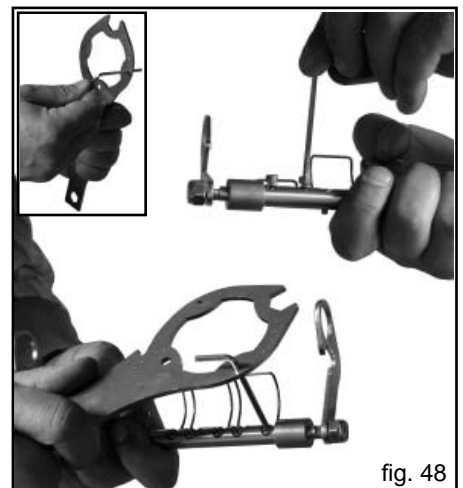

fig. 48
- 5) Mit dem Universalschluessel und einem zusaetzlichen Sechskantschluessel (nr. 3) wie im Bild gezeigt die Halteschrauben loesen, ein vollstaendiges Abschrauben ist nicht erforderlich. (Fig. 48).